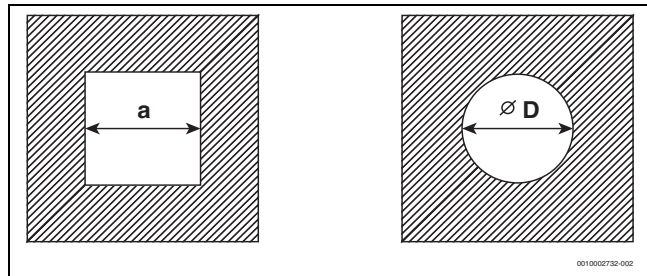

Bild 5 Rechteckiger und runder Querschnitt
- Prüfen, ob die zulässigen Schachtmaße für den vorgesehenen Einsatzfall gegeben sind. Wenn die Maße $a_{\min}$ oder $D_{\min}$ **unterschritten werden**, ist die Installation **nicht zulässig** (→ Bild 5 und Tab. 7 und 8).